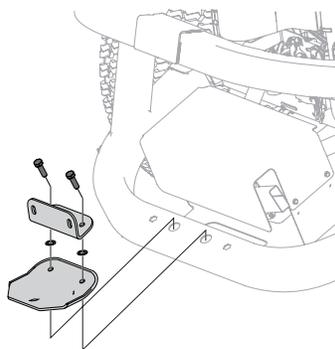

Figura 4
- Coloque el conjunto de soporte en el bastidor inferior del tractor con dos tornillos de cabeza (710-0376). Consulte la Figura 4.